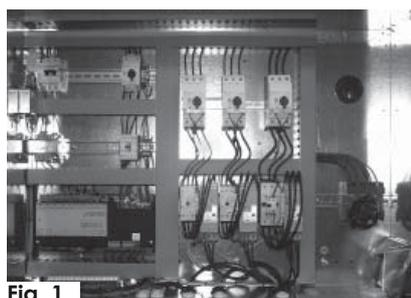

Fig. 1
- **En caso de una pausa invernal prolongada (si no se agrega glicol) o por otros motivos, descargar el circuito hidráulico del chiller mediante los correspondientes grifos (véanse las fig. 1 y 2)**
- Para la conexión de funcionamiento de la unidad, llevar el cable de alimentación al cuadro eléctrico dentro de la unidad (fig. 1 en la página anterior) y conectarlo a los terminales del seccionador respetando las fases y la conexión a tierra (fig. 2).
Antes de poner en marcha, alimentar la unidad durante al menos 12-24 horas, colocando el interruptor magnetotérmico de protección y el seccionador de bloqueo de puerta en ON, fig. 1.